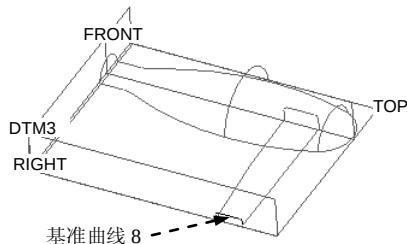

图 6.7.27 创建基准曲线 8
Step16. 创建图 6.7.27 所示的基准曲线 8。
(1) 单击“草绘基准曲线”按钮 .
(2) 定义草绘截面放置属性: 设置 DTM3 基准平面为草绘平面; 采用默认的草绘视图方向; RIGHT 基准平面为草绘平面的参照, 方向为 ; 单击  按钮。